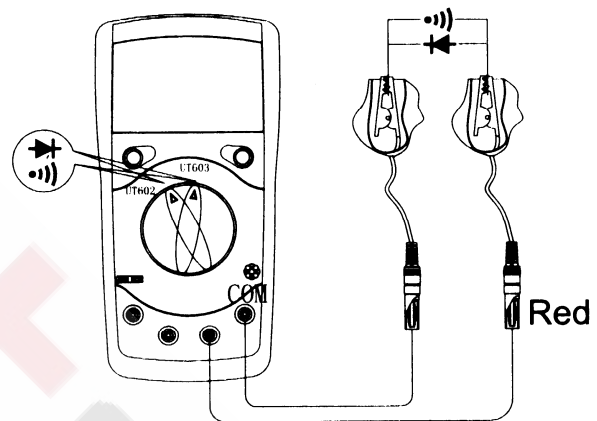

Рис. 4
B. Проверка диодов и звуковая прозвонка (рис. 4)